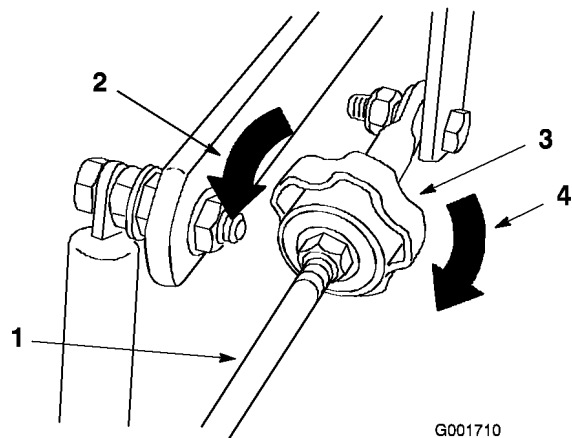

Bild 48
4. Wenn die Maschine nach rechts gehen soll, drehen Sie das Handrad zur rechten Seite der Maschine. Siehe Bild 48.
5. Wenn die Maschine nach links gehen soll, drehen Sie das Handrad zur linken Seite der Maschine. Siehe Bild 48.